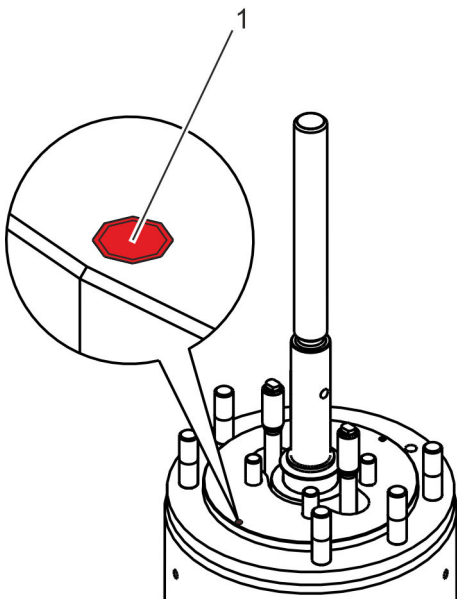

Abb. 35: Spanndeckel entfernen
3. ➤ Ringschrauben in den 2 Bohrungen (Abb. 35/1) des Spanndeckels einschrauben.